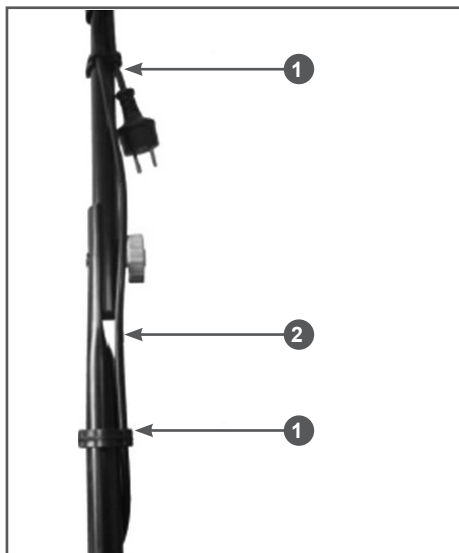

Рис. 6 Крепление кабеля включения
- Закрепить кабель включения фиксаторами (Рис. 6).